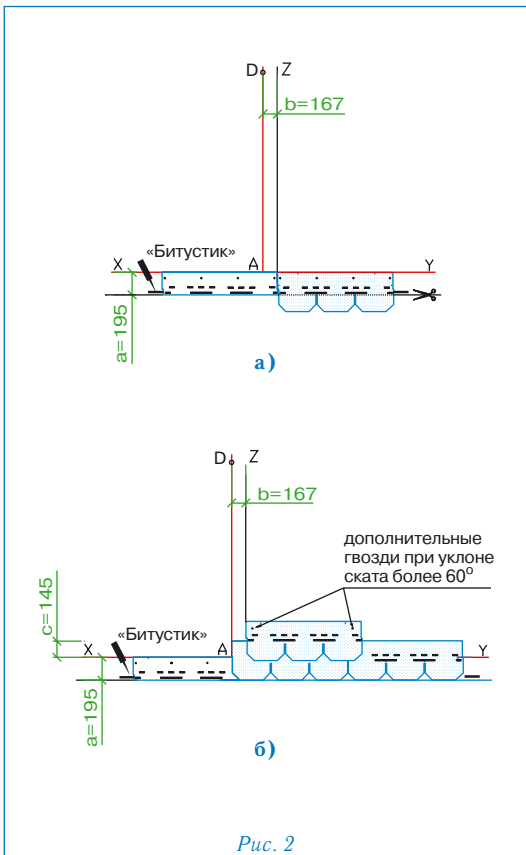

Рис. 2
Укладка материала (рис. 2)
- Начальный ряд формируется из листов черепицы ЛИБЕРТИ с обрезанными лепестками. Полученные таким образом полосы шириной 19,5 см укладываются по линии карниза в обе стороны от линии Z (рис. 2а) и фиксируются по нижнему краю битумной мастикой «Битустик», а по верхней кромке 4 гвоздями (ось гвоздей на 5 см ниже верхнего края полосы). На гидроизоляционную мембрану «Сейфити» начальный ряд может быть наплавлен при помощи теплового строительного фена;
- далее первый ряд черепицы укладывается от линии AD (рис. 2б);
- второй ряд укладывается от линии Z (со смещением 16,7 см от AD) (рис. 2б);